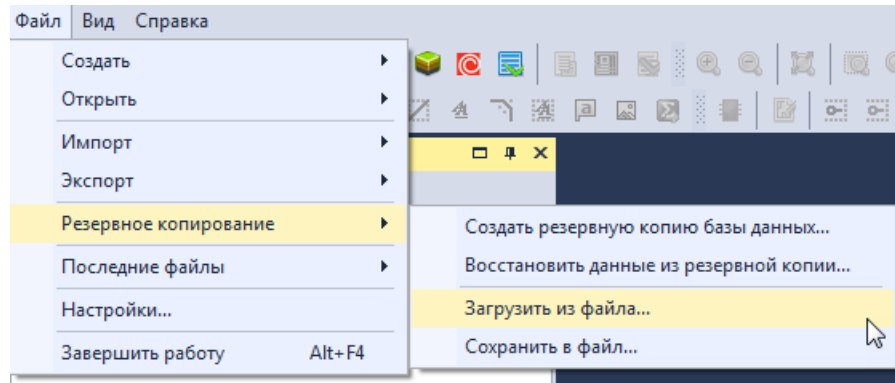

Рис. 79 Вызов функции восстановления определенных элементов базы данных
- В главном меню выберите раздел «Файл» -> «Резервное копирование» -> «Сохранить в файл...», см. Рис. 79.